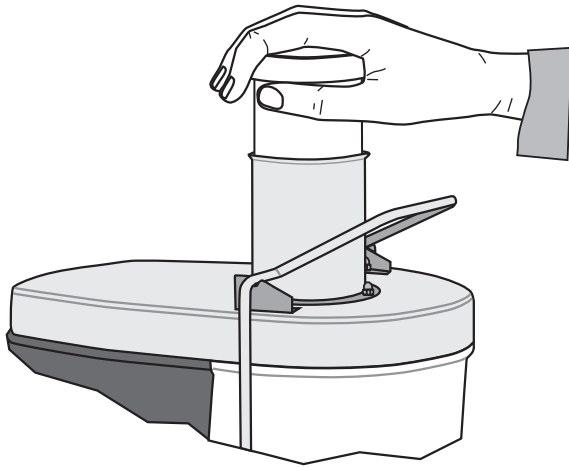

Abb. 6
- 7 Mit eingeschaltetem Motor, Obst u./od. Gemüse in den Einfüllstutzen geben. Mit dem Stößel, ohne zu großen Druck auf das Obst u./od. Gemüse auszuüben, dieses stufenweise auf den Boden des Einfüllstutzens und auf die sich drehende Reibe mit Zähnen drücken (siehe Abb. 6). Um mehr Saft zu erzielen, muss der Stößel immer langsam hinuntergedrückt werden.